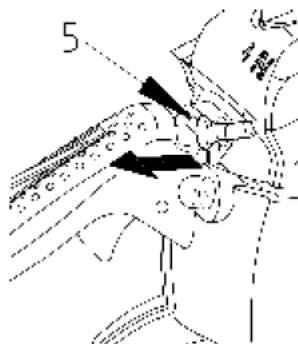

Рис. 6.4
5. Нажмите на праймер для предварительной подкачки топлива (рис. 6.4 поз. 4) до тех пор, пока топливо не поступит в праймер.